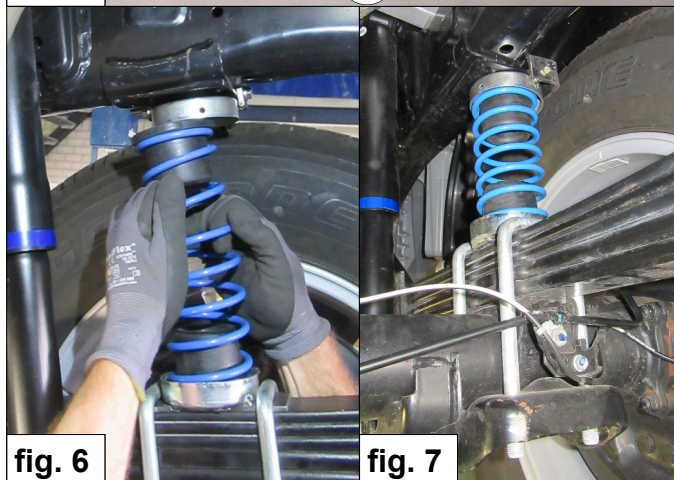

fig. 6
7. Plaats de hulpveer **C** met buffers **R** tussen de geplaatste beugels **A** & **B**. Let erop dat de rubbers **R** netjes in de schotels van beugels **A** & **B** centreren. Zie fig. 6.